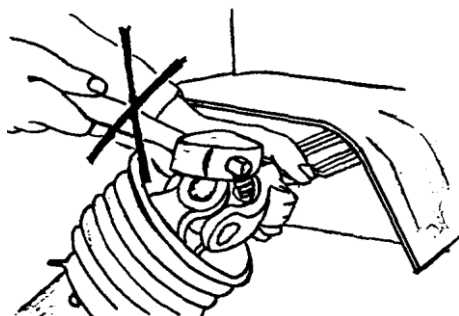

fig.3
- Ingrassare regolarmente i punti di accoppiamento (fig.3) per evitare di picchiare con il martello sulle prese di forza durante il disinnesto.